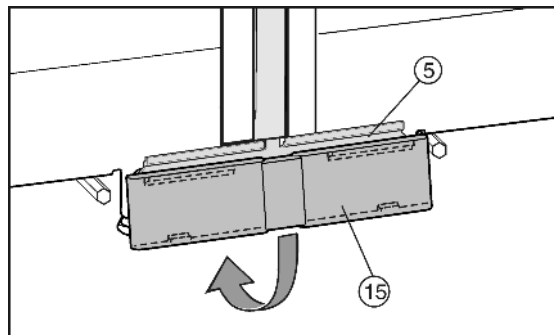

Fig. 11
- Sett det nedre dekkelet Fig. 11 (15) på forbindelsesplaten Fig. 11 (5) ovenfra, og la det klikke på plass nede.